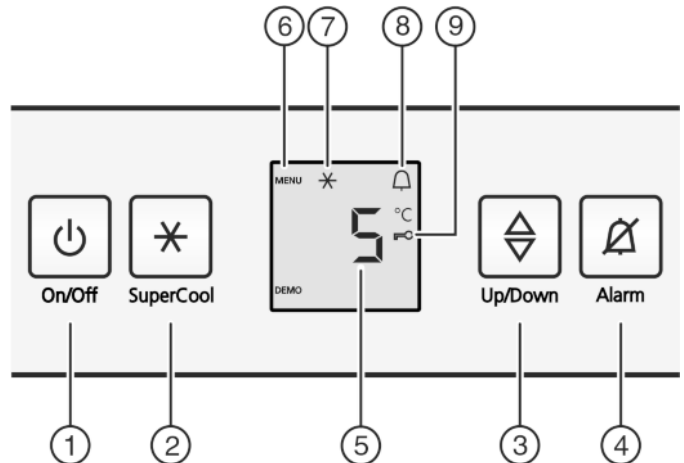

Fig. 2
- ▶ Pulsar tecla On/Off *Fig. 2 (1)*
- ▶ Pulse la tecla SuperCool *Fig. 2 (2)* durante aprox. 5 segundos.
- ▷ En el indicador se visualiza el símbolo Menú *Fig. 2 (6)*.
- ▶ Confirme brevemente con la tecla SuperCool *Fig. 2 (2)*.
- ▷ El símbolo de seguridad para niños *Fig. 2 (9)* se ilumina en el indicador.
- ▶ Pulse brevemente la tecla On/Off *Fig. 2 (1)*.
- ▶ Pulse la tecla Alarm *Fig. 2 (4)*.
- ▶ Acceder a la función de temperatura: pulse la tecla de ajuste *Fig. 2 (3)*.
- ▶ Modificar la temperatura en intervalos de 1 °C: pulse la tecla de ajuste *Fig. 2 (3)* hasta que se ilumine la temperatura deseada en el indicador de temperatura.
- ▶ Pulse brevemente la tecla SuperCool Fig. 2 (2).
- ▷ El símbolo de SuperCool Fig. 2 (7) se ilumina en la pantalla.
- ▷ El símbolo de SuperCool Fig. 2 (7) se apaga en la pantalla.